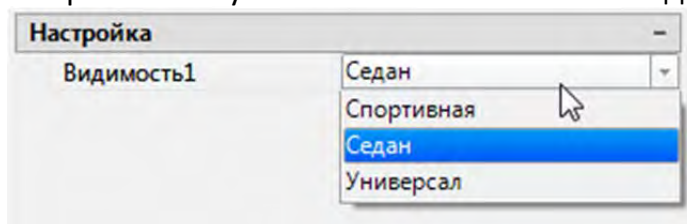

Рисунок 9.13 Палитра «Свойств» раздел «Настройка»
- Изменения состояния видимости для нескольких блоков одновременно. Для изменения состояния видимости одного блока используется ручка состояния видимости . Для изменения состояния видимости группы блоков их следует выделить и на палитре «Свойств» в разделе «Настройка» из списка выбрать нужное состояние видимости (рисунок 9.13).